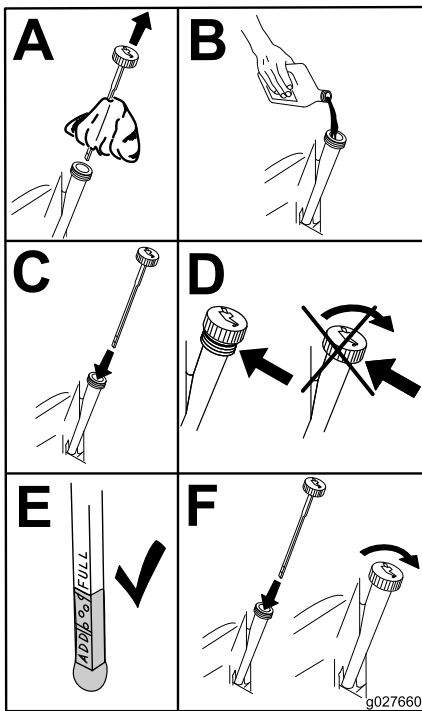

Bild 56
5. Gießen Sie langsam ungefähr 80 % der angegebenen Ölsorte in den Einfüllstutzen und füllen Sie dann vorsichtig mehr Öl ein, um den Ölstand an die **Voll**-Markierung zu bringen (Bild 56).